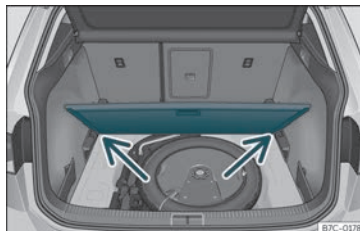

Fig. 110 Piso variable do maleteiro: posición inclinada.
- Apoie o piso sobre os aloxamentos previstos para tal uso »» **fig. 110** (frechas).